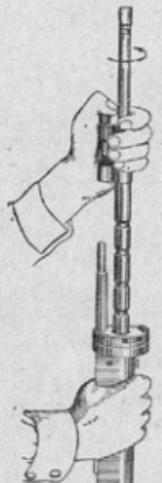

Рис. 44. Отделение ствола без разборки пулемета
— находясь с левой стороны пулемета и придерживая его правой рукой, левой рукой повернуть ствол регулятором кверху, сдвинуть его вперед и выпустить из канала ствольной коробки (рис. 44);
7) Отделить ствол. При помощи отвертки вывинтить замыкатель ствола и выплыть его из отверстия ствольной коробки. Находясь с левой стороны ствольной коробки и придерживая ее правой рукой, повернуть ствол регулятором кверху; слегка пошатывая ствол, сдвинуть его вперед и выплыть из канала ствольной коробки (см. рис. 44).